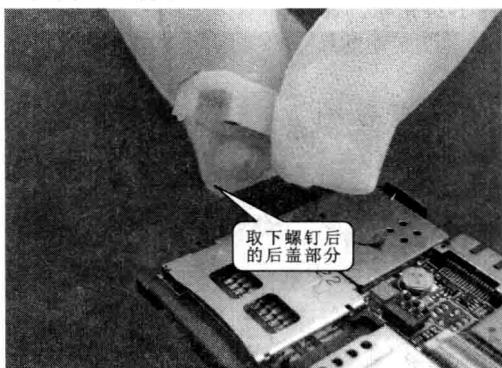

图 1-31 拆卸步骤⑪
步骤⑪ 螺钉拆卸完后，即可将螺钉的后盖部分取下，如图 1-31 所示。